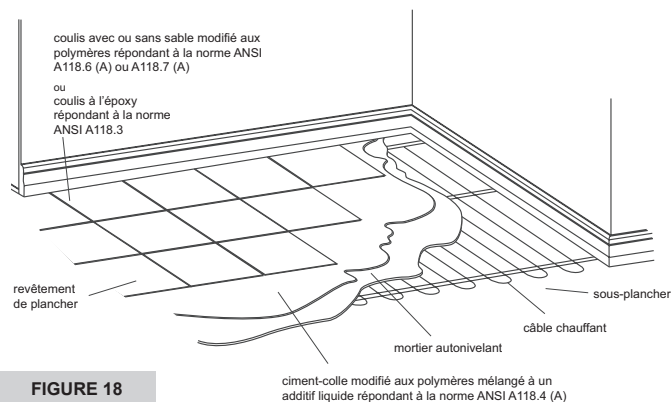

FIGURE 18
Une fois la pose terminée, vous devez attendre au moins 24 heures avant de jointoyer. Vous pouvez utiliser du coulis avec ou sans sable modifié aux polymères répondant à la norme ANSI A118.6(A) ou A118.7(A) ou du coulis à l'époxy répondant à la norme ANSI 118.3 (voir FIGURE 18 et FIGURE 20).
tuiles. Ainsi, cette technique n'augmente pas l'épaisseur du plancher malgré l'ajout d'un câble chauffant. Utilisez une truelle dentée d'une hauteur de 3/8" (10 mm) ou de 1/2" (13 mm) pour recouvrir le câble chauffant de ciment-colle. Pour assurer une adhérence maximale, déposez la tuile ou le carreau sur le ciment-colle et appliquez une pression sur celui-ci afin de permettre à l'air de s'échapper (voir FIGURE 18).